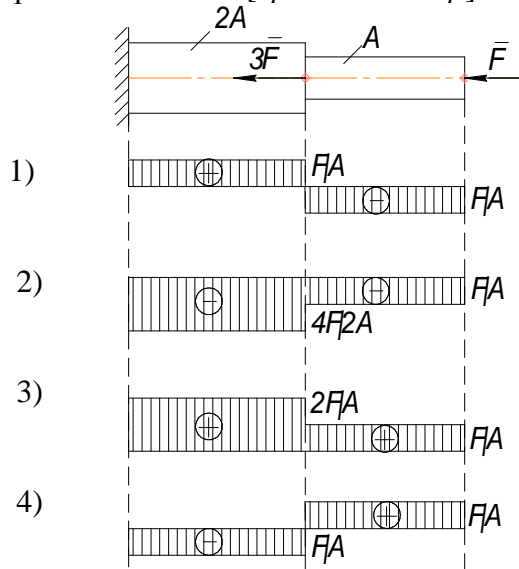

Рис. 2.30
2.60. Эпюра нормальных напряжений для бруса на рис.2.30 изображена на схеме [простой выбор]...